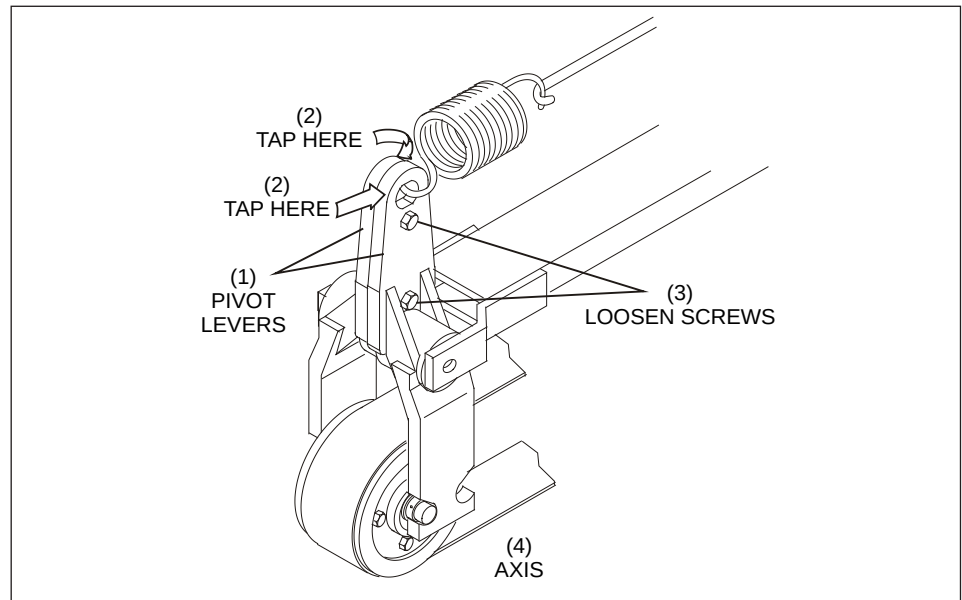

Abbildung 5-15. Lockern der Befestigungsteile der Schwenkhebel
- a. Verwenden Sie zum Lösen der beiden Schrauben und Muttern, die die Schwenkhebel befestigen, einen 17-mm-Steckschlüsseleinsatz, eine Knarre und einen Schraubenschlüssel. Lockern Sie die Schrauben NUR so weit, dass eine geringe Einstellung der Schwenkhebel vorgenommen werden kann. Siehe *Abbildung 5-15*.
- (1) DREHHEBEL
- (2) HIER KLOPFEN
- (3) SCHRAUBEN LOCKERN
- (4) ACHSE
- b. Drehen Sie den Riemen mit der Hand und achten Sie auf den Riemenlauf. Üben Sie leichte, kurze Schläge mit einem weichen Gummihammer aus, um die Position des linken und des rechten Schwenkhebels zu ändern, bis der Riemen in der Mitte der Riemenscheibentrommel läuft. Siehe *Abbildung 5-15*.